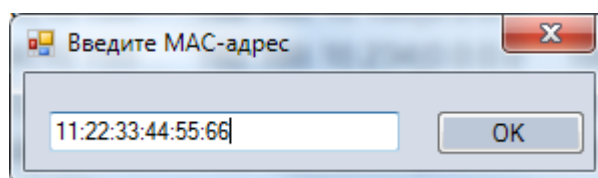

Рис. 9 – Окно ввода MAC-адреса модуля CPU
3) Если поиск не дал результатов, следует провести поиск модуля по MAC-адресу. Для этого в окне плагина MK500 IODevice следует нажать кнопку «Поиск по MAC», в открывшемся окне ввести MAC-адрес порта ETH1 желаемого модуля (MAC-адреса портов модулей CPU нанесены на боковую стенку корпуса) и нажать кнопку «ОК» (Рис. 9).